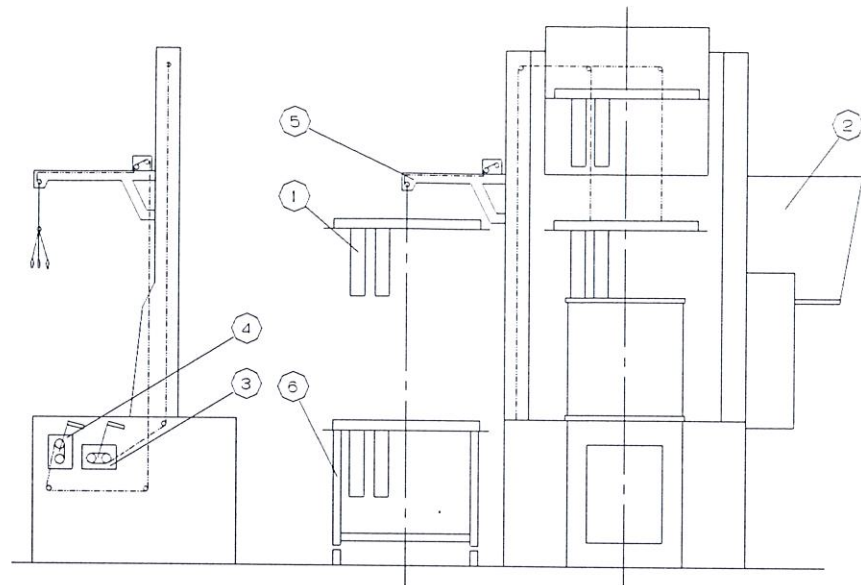

Fig 10
⑤フックボルトをセットし、Fig 10 の ④ 及び ⑤ により着脱操作を行って下さ
- ①給気エア分岐リング
- ②固定ボルトを全て取り外して下さい。Fig 10の④⑤により、③を⑤吊りフックにセットし、着脱操作を行って下さい。